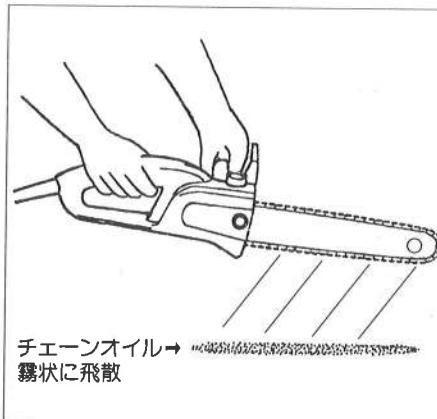
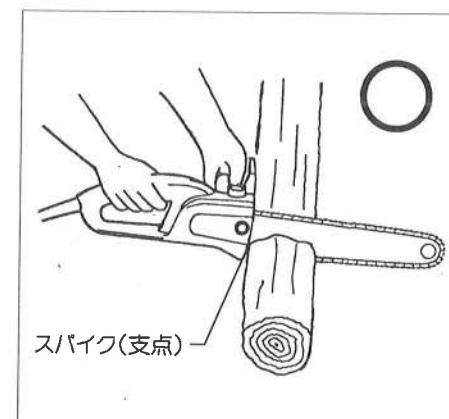

図12
図13
- ご使用前にソーチェーンを材料から離して回転させてください。ガイドバーの先端にチェーンオイルが吐出していることを確認してください。(図12参照)
- ①切断材は地面からできるだけ離して固定してください。
- ②ロックボタンを右手親指で押しながら、スイッチの引金を引いてください。
- ③ソーチェーンのスピードを上げた後、**本機のスパイク部(ソーの手前)**を切断材料に静かにあてて切断してください。(図13参照)